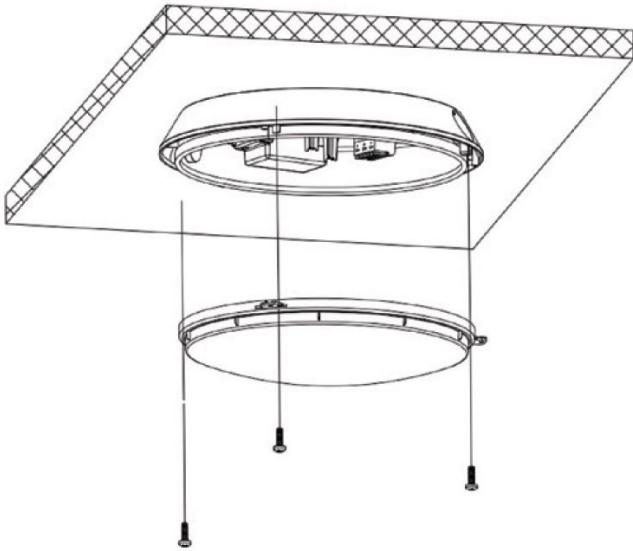

Рис.3
4. Прикрутите рамку с рассеивателем обратно к светильнику (Рис. 3);